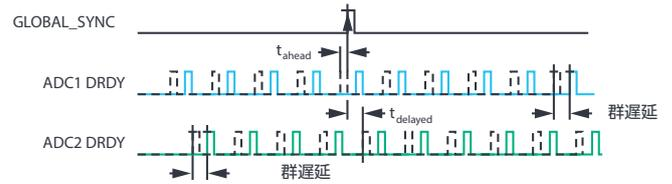

図9. 各ADCのサンプリング・タイミングとGlobal\_SYNCとの時間差の定量化（群遅延が既知の場合）
- ▶ サンプリングのタイミングとGlobal\_SYNCの間にずれがある場合には、図9に示すように、コントローラによってその時間差 ( $t_{ahead}$  または  $t_{delayed}$ ) が定量化されます。
- ▶ サンプリングのタイミングと Global\_SYNC の受信タイミングの間にずれがある場合には、ローカル・コントローラによってその時間差 ( $t_{ahead}$  または  $t_{delayed}$ ) が定量化されます (図 9)。